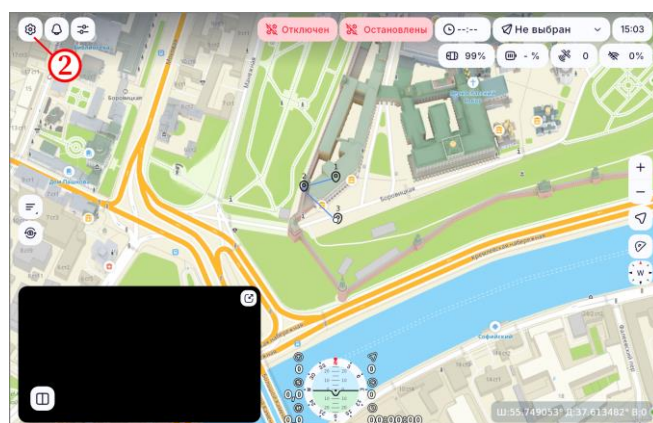

Рисунок 60
- в главном окне ПО нажать на кнопку  (рисунок 60, шаг 2);